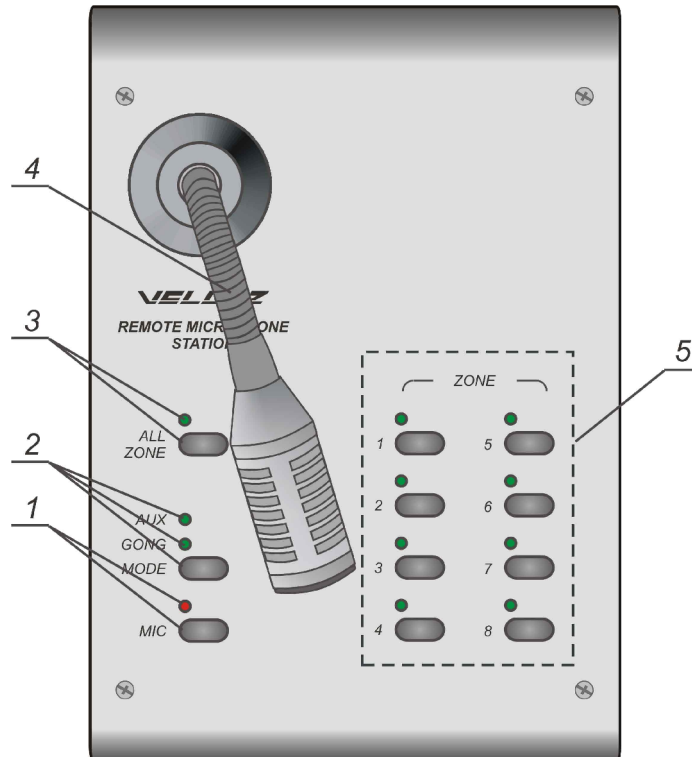

Рисунок 21
9.11 Розміщення та призначення органів керування на передній панелі пульта мікрофонного віддаленого та їх призначення наведено на рис. 21.